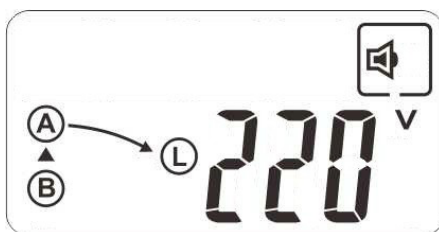
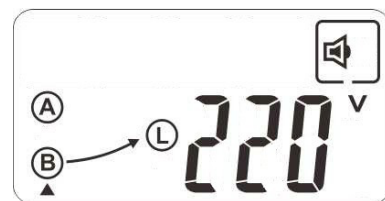

Fig. 8. Ecrã mostrado depois do início da colocação em funcionamento.
Fig. 10. Ecrã de transferência sobre entrada B.
sejam normais (dentro dos intervalos predefinidos) e será mostrado no ecrã como a Fig. 10.
- **i** A Fig. 8 e a Fig. 10 mostram os valores de tensão a título de exemplo (220 V na ilustração).